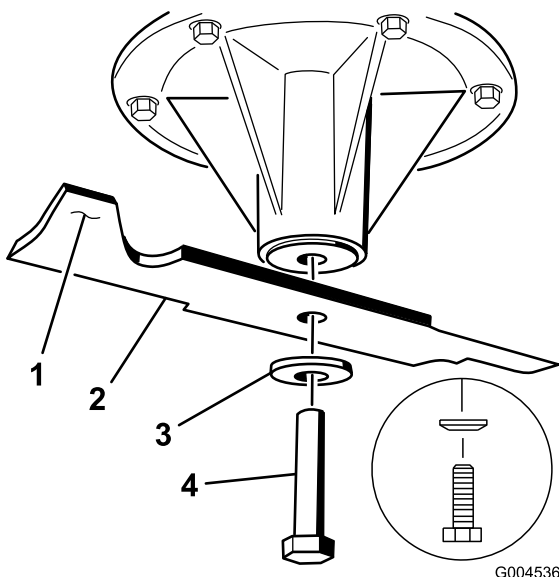
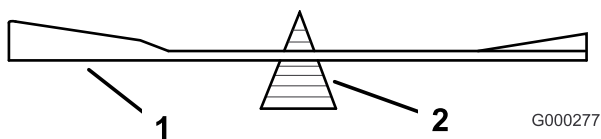

Figura 73
Figura 75
2. Retire del eje el perno de la cuchilla, la arandela curva y la cuchilla (Figura 73).
- Verifique el equilibrio de la cuchilla colocándola sobre un equilibrador de cuchillas (Figura 75). Si la cuchilla se mantiene horizontal, está equilibrada y puede utilizarse. Si la cuchilla no está equilibrada, rebaje algo el metal en la parte de la vela solamente (Figura 73). Repita este procedimiento hasta que la cuchilla esté equilibrada.